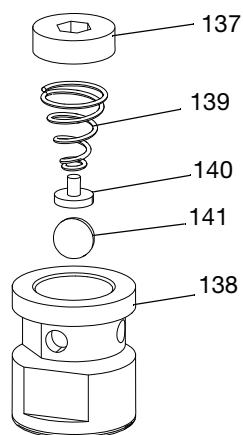

図 8
3. ボール (141)、ボールハウジングリテーナ (140)、円錐スプリング (139) をチェックハウジング (138) に取り付けます。
4. スプリングリテーナ (137) のカップ側を下にしてチェックハウジング (138) に取り付け、スプリングリテーナがチェックハウジングの底まで届くまでスプリング (139) を挟みます。スプリングリテーナを 30 ft-lbs (41 N•m) のトルクで締めます。図 8 (12 ページ) を参照してください。